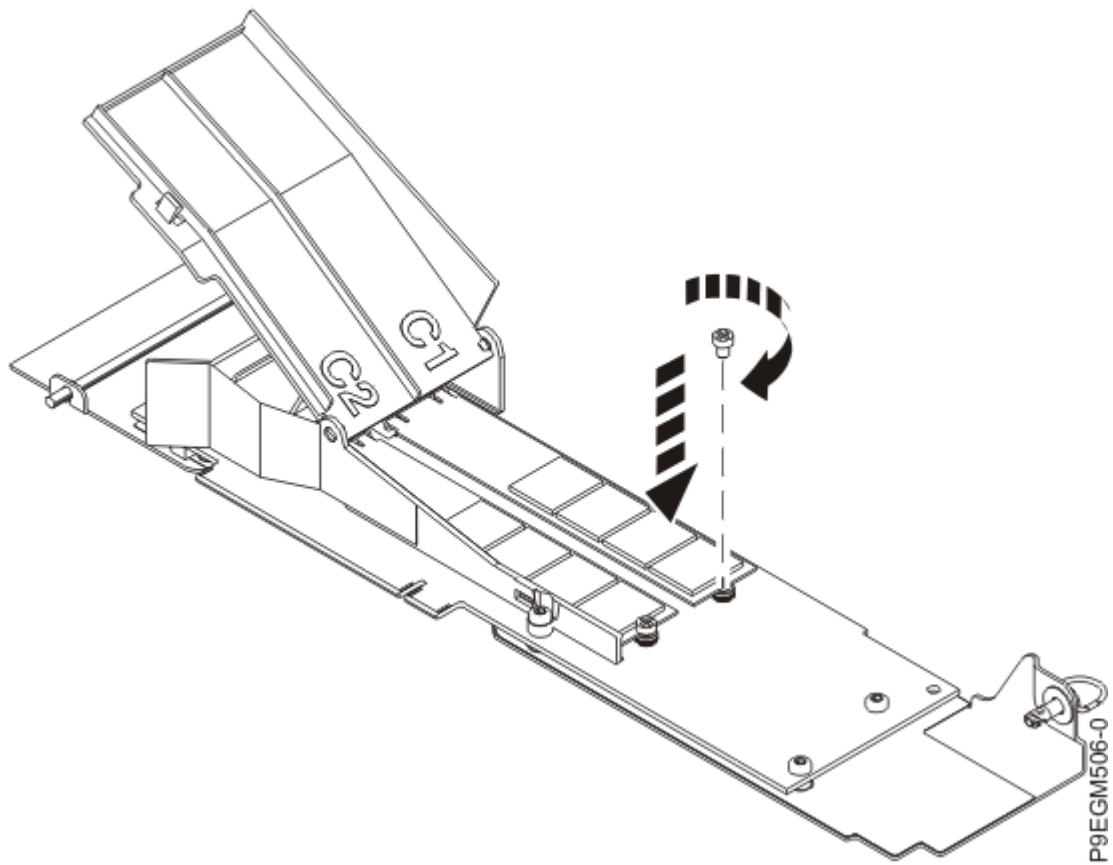

Abbildung 6. NVMe M.2-Flashmodul an der Trägerkarte befestigen
4. Befestigen Sie das Flashmodul mit einem Kreuzschlitz-Schraubendreher an der NVMe M.2-Trägerkarte (siehe Abbildung 6 auf Seite 9).